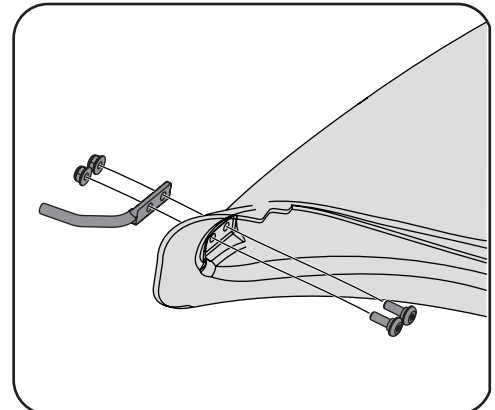

Figure 4-24
2. Soulevez le déflecteur de goulotte (consultez le numéro 1 de la Figure 4-24 sur le plateau de coupe et maintenez-le pendant que vous placez la goulotte de descente sur l'ouverture.
3. Insérez l'extrémité du coude de la goulotte de descente de décharge (2) dans l'orifice prévu à cet effet dans la roue du plateau de coupe, comme illustré dans l'encart de la Figure 4-24.
4. Faites pivoter la goulotte de décharge de descente vers l'arrière jusqu'à ce que l'orifice du coude de la goulotte de décharge s'aligne sur le plateau de coupe. Déplacez le coude de décharge vers le bas sur cette broche, comme illustré à la Figure 4-24.